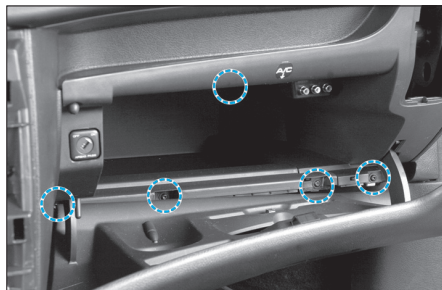

Fig. 6
- Déposer les 5 vis (empreinte Torx de 20) maintenant la boîte à gants (4 situées en bordure, 1 située au niveau du crochet de fermeture) (Fig.6).